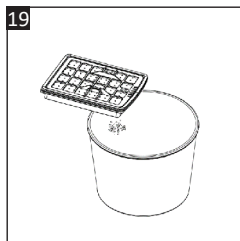

Fig. 19
5. Golpee suavemente el filtro HEPA (22) sobre un cubo de basura para eliminar el exceso de polvo (**Fig. 19**).